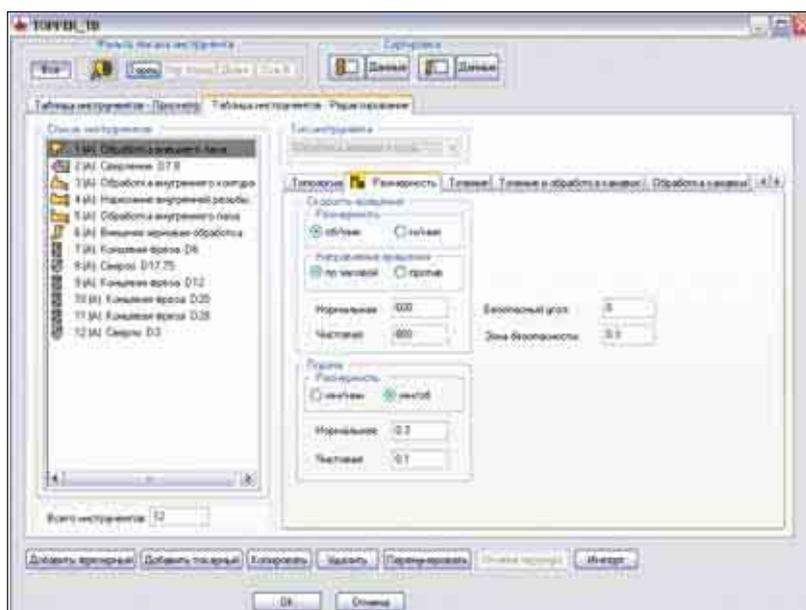

Рис. 15
**Шаг 5.** Для определения режимов резания выбирается ЛКМ команда *Режимы* в рабочей зоне *Инструмент*. На первом занятии рассказывалось, что в SolidCAM предусмотрена возможность настройки таблицы режимов по умолчанию, обеспечивающей автоматическое заполнение полей режимов резания в переходах фрезерной обработки. Кроме того, можно настроить режимы резания и для токарной обработки. Эти режимы задаются в разделе *Размерность* таблицы описания инструмента (рис. 15).